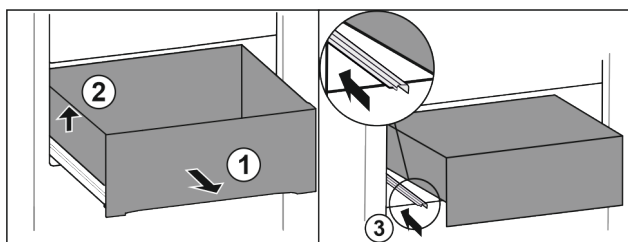

Fig. 113
- Estrarre il cassetto fino all'arresto. Fig. 113 (1)
- Sollevare il cassetto a sinistra. Fig. 113 (2)
- Inserire la guida sinistra. Fig. 113 (3)